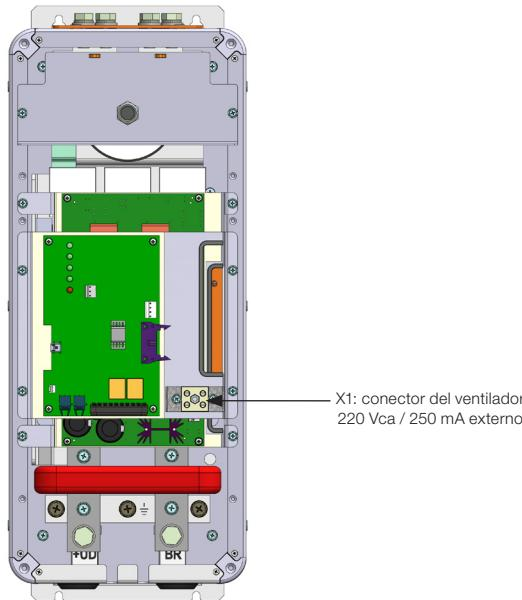

Figura 3.8: Conector X1
- X1: entrada de alimentación auxiliar para ventilador (220 Vca / 250 mA), ver Figura 3.8 en la página 52.